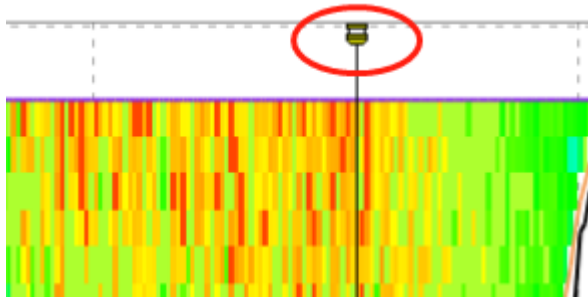

图 3-28 游标上 ADCP 图标位置
- 在图 3-28 中黑色竖线即为游标，游标只在回放模式下显示，游标的位置表示回放状态下当前呼的位置，通过鼠标点击流速等值图的其他位置或拖动游标，切换当前呼显示。